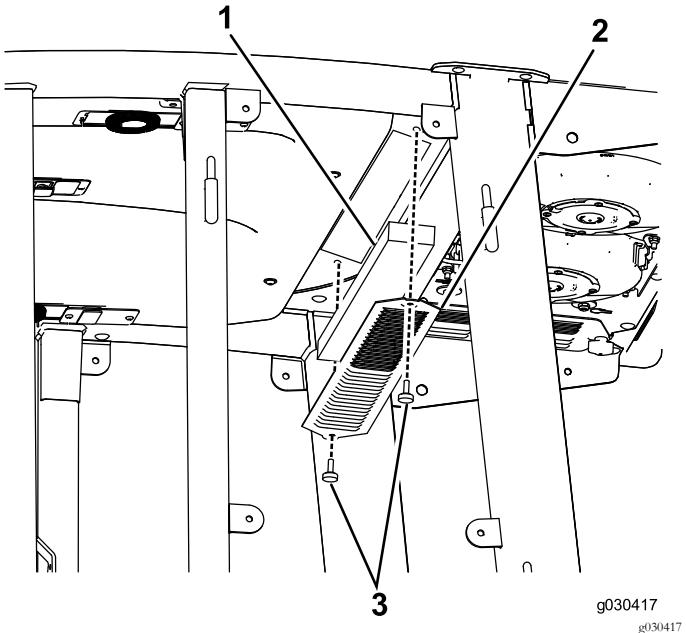

Figura 59
1. Remova os parafusos de aperto manual e as grelhas dos filtros de ar interior e traseiro da cabina (Figura 59).